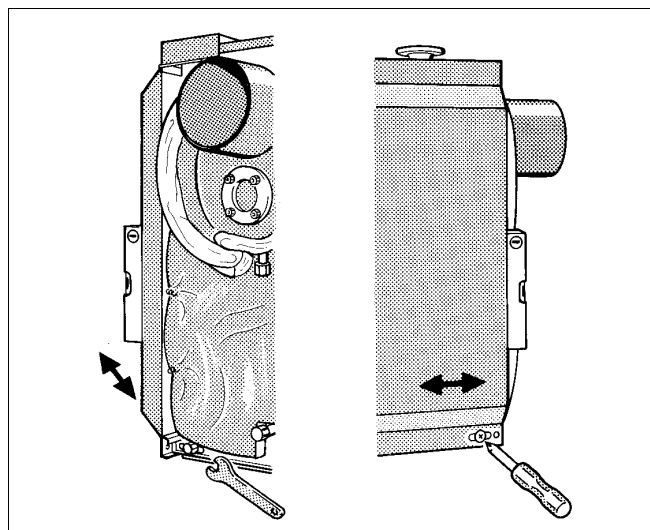

Fig. 15 Montaj manta
Pereții laterali pot fi orientați prin modificarea traversei de jos și a cadrelor laterale (Fig. 15).
- După orientarea verticală înșurubați șuruburile hexagonale în traversa de jos (Fig. 15).
- Înșurubați șuruburile din tablă la cadrele laterale (Fig. 15).